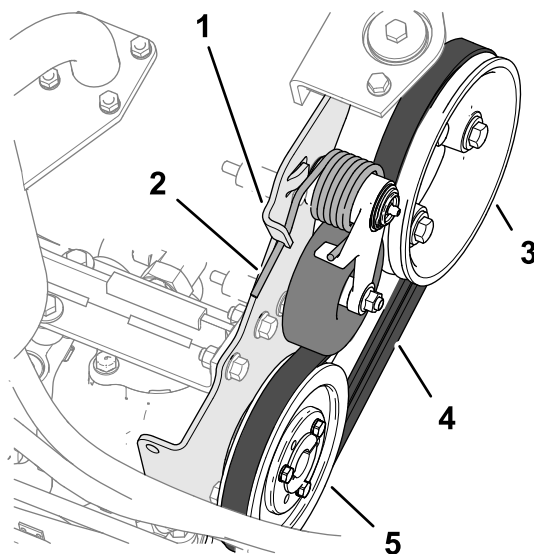

Figura 90
2. Spingete l'estremità della molla tendicinghia verso il basso e fuori dall'ugello nella linguetta di montaggio della pompa, e spostate l'estremità della molla in avanti (Figura 90).